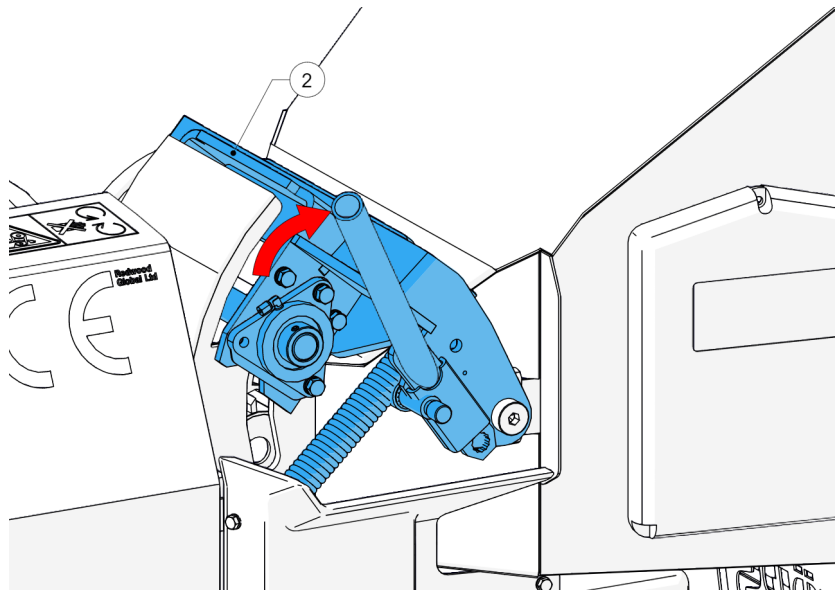

Abbildung 46 - Anheben des Gehäuses der oberen Einzugswalze
12. 2x Personen werden für diesen Schritt benötigt Eine Person hebt die obere Einzugsrolle an (2, Abbildung 46) in die vollständig geöffnete Position, während die andere Person mit Schutzhandschuhen und einem Stück Holz vorsichtig die Verstopfung aus dem Inneren der Zuführkammer entfernt.